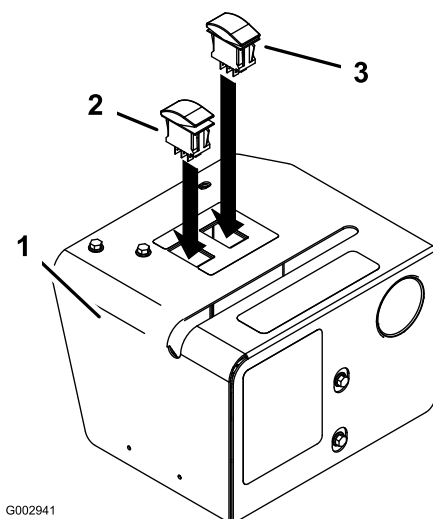

Figura 47
5. Montate i due comandi nei fori rettangolari sopra il coperchio (Figura 47). Montate l'interruttore momentaneo (interruttore che rimane al centro quando non è premuto) nel foro contrassegnato dalla variabile continua e dai segni più (+) e meno (-).